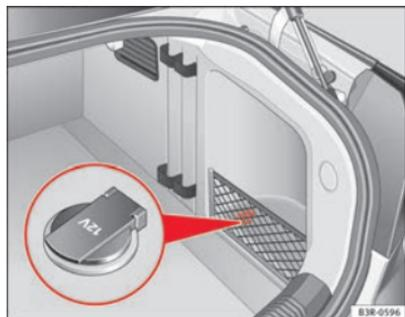

Fig. 125 Particolare del rivestimento laterale del bagagliaio: Presa a 12 Volt
- Alzare la copertura della presa di corrente ⇒ fig. 125.